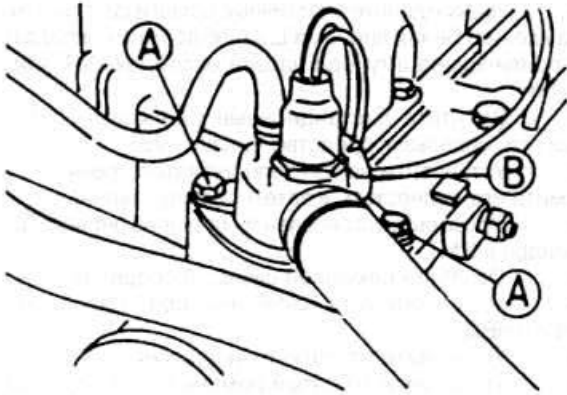

Рис. 2.94
- ♦ Отсоедините эластичные шланги от корпуса термостата (рис. 2.94).